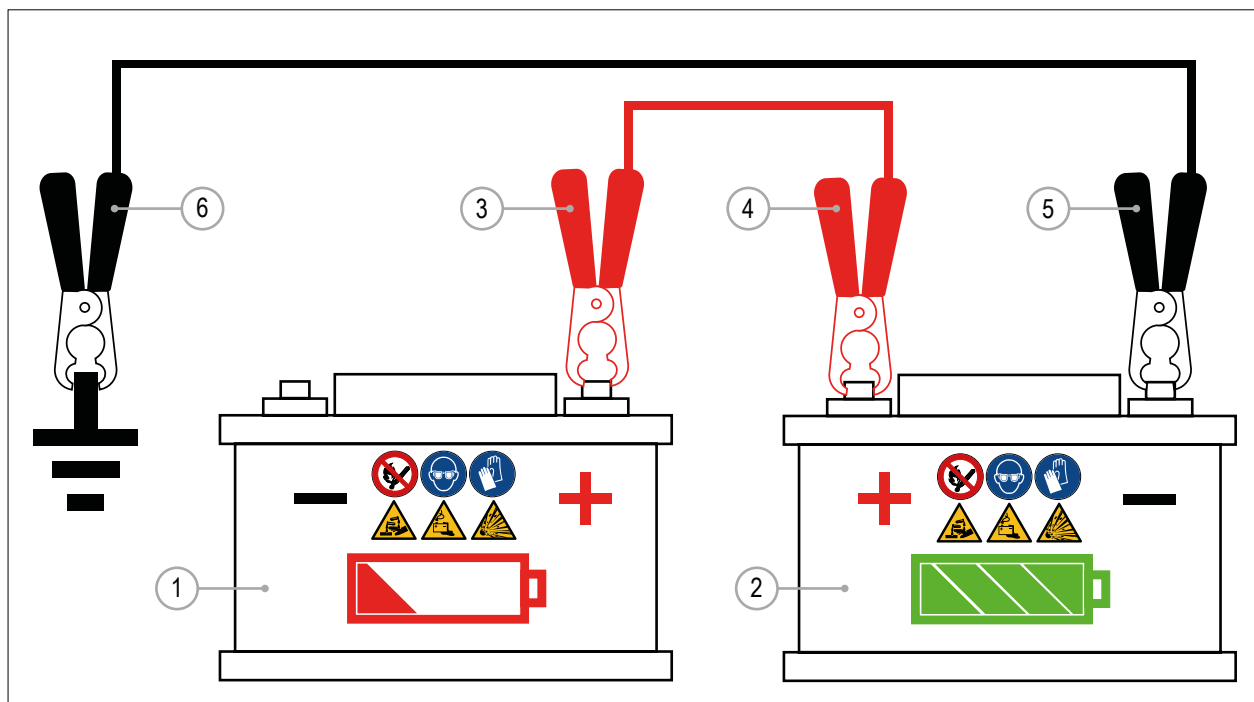

РИС. 39
Если аккумуляторная батарея машины (РИС. 39 - Сс. 1) неисправна, двигатель можно запустить с помощью вспомогательного аккумулятора и комплекта кабелей (РИС. 39 - Сс. 2)
- 3) Подсоедините положительный (+) кабель вспомогательного аккумулятора к положительной (+) клемме аккумулятора машины (РИС. 39 - Сс. 3). Возможно подключение к положительной клемме стартера (РИС. 45 - Сс. 4).
- 4) Подключите другой конец положительного (+) вспомогательного кабеля к положительному (+) полюсу вспомогательного аккумулятора (РИС. 39 - Сс. 4).
- 5) Подсоедините отрицательный (-) кабель вспомогательного аккумулятора к отрицательному (-) полюсу вспомогательного аккумулятора (РИС. 39 - Сс. 5).
- 6) Подсоедините другой конец отрицательного (-) вспомогательного кабеля к металлической части рамы машины или двигателя в отдалении от аккумулятора машины (РИС. 39 – Сс. 6).